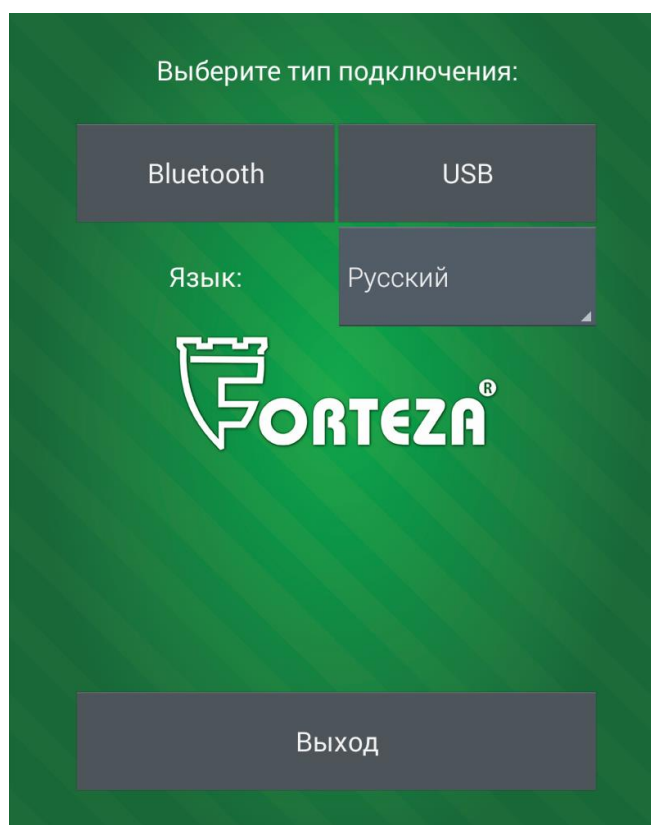
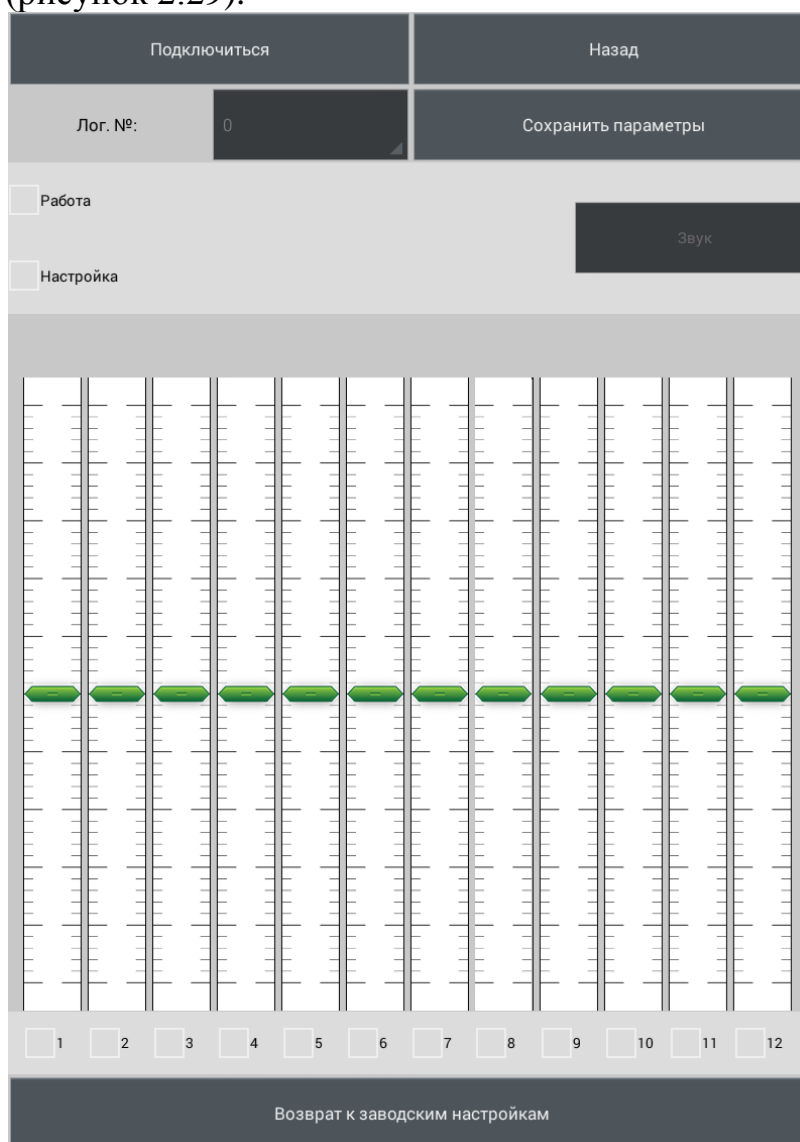

Рисунок 2.27
Рисунок 2.29
2.3.7.4.1.2 Запустить на Android устройстве программу «FM UNI» (рисунок 2.27).
2.3.7.4.5 Выбрать тип подключения «USB» (рисунок 2.27). Откроется окно программы (рисунок 2.29).
2.3.7.5.3 Выбрать тип подключения «Bluetooth» (рисунок 2.27). Bluetooth на Android устройстве автоматически включится и откроется окно программы (рисунок 2.35).